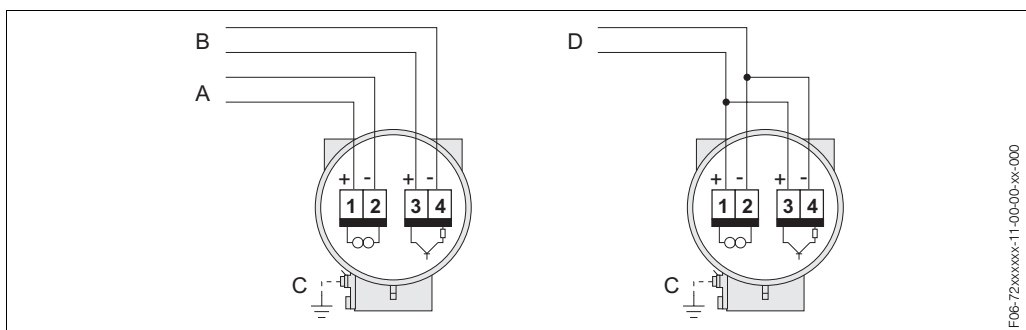

Рис. 16: Назначение контактов
6. Извлеките клеммную колодку (g) из корпуса трансмиттера и подключите кабель питания/сигнала (см. схему → рис. 16).
Вариант: Извлеките клеммную колодку (h) из корпуса трансмиттера и подключите кабель импульсного выхода / выхода статуса (см. схему → рис. 16).